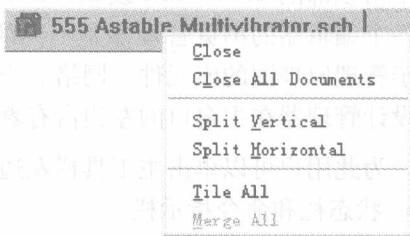

图 1-18 标签快捷菜单
(3) 设计窗口中的标签快捷菜单 当用户在设计窗口的标签上单击鼠标右键时，就会调出相应的快捷菜单，如图 1-18 所示。通过该快捷菜单可以执行关闭文件、窗口管理等操作。